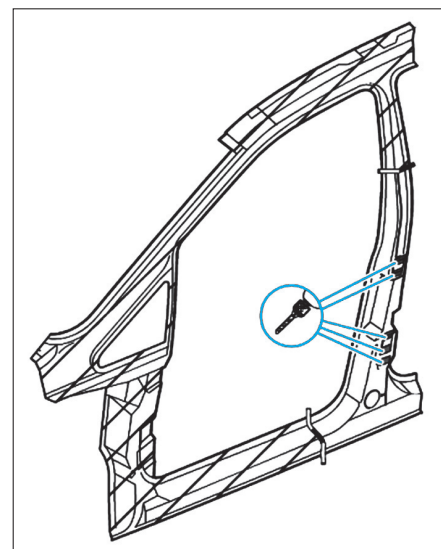

FIG. 31
- Reporter les lignes de coupe sur la pièce neuve et découper la zone hachurée (Fig.31).